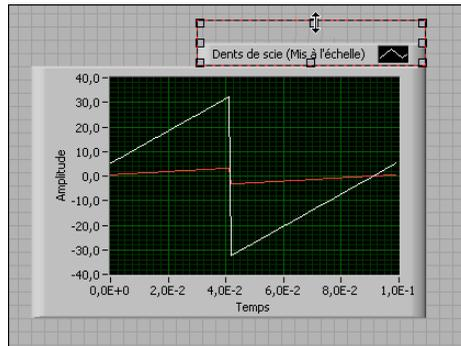

Figure 1-11. Extension de la légende des courbes
2. Quand votre curseur devient une double flèche, représentée dans la figure 1-11, cliquez et faites glisser le bord de la légende jusqu'à ce que le nom de la seconde courbe apparaisse.